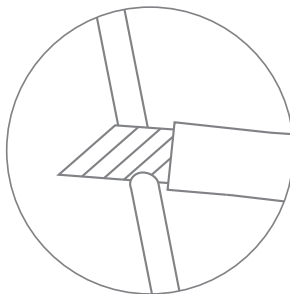

Рис. 11
1. Разрежьте трубку из комплекта поставки (рис. 11) на две части. Срез должен быть только под прямым углом, ровным, без зазубрин и волн.